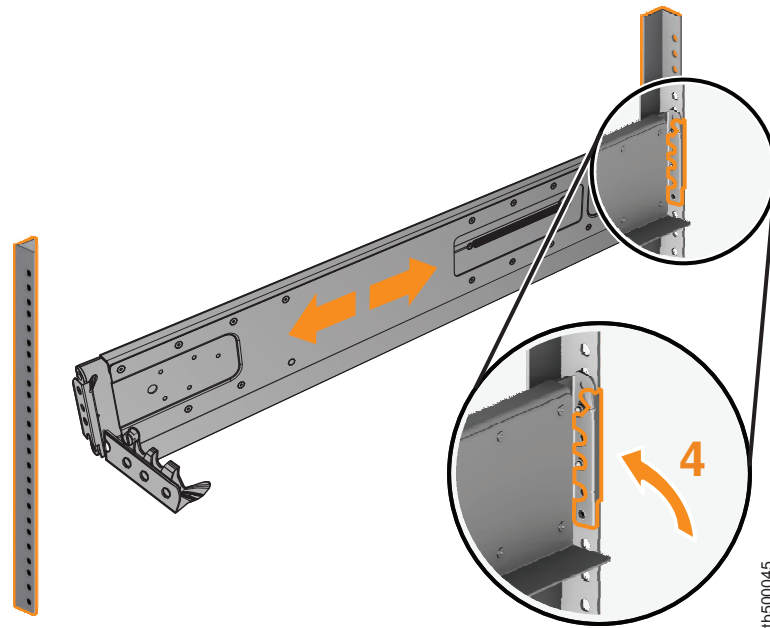

図 14. ヒンジ・ブラケットを開く
5. レールの両端で、タブをつかんでしっかりと引き、ヒンジ・ブラケットを開きます。(25 ページの図 14 を参照)。